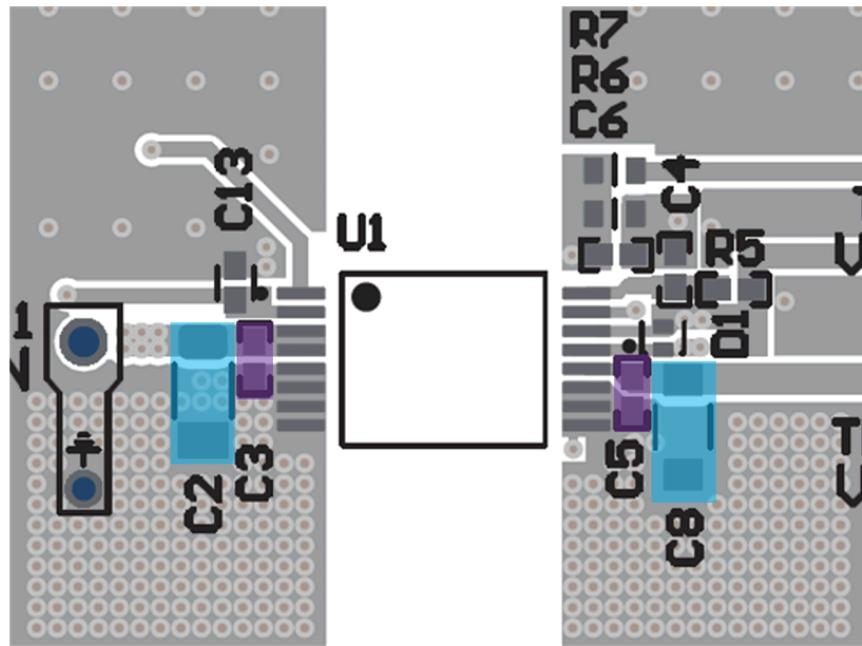

図 3-8. VIN (C2, C3) と VDD (C5, C8) コンデンサ
- b. 図 3-8 に示すように、バルク VIN コンデンサ (C2) は可能な限り近く、0.1 μ F 高周波バイパスコンデンサ (C3) と平行に、PCB 上で IC と同じ側に配置します。
2. /PG デカップリングコンデンサ:/PG デカップリングコンデンサは、ピン 2 (/PG) の近く、PCB で UCC35131-Q1 と同じ側に配置する必要があります。図 3-8 に示す C13 の配置を参照してください。
- b. 図 3-8 に示すように、バルク VDD-COM コンデンサ (C8) は可能な限り近く、0.1 μ F 高周波バイパスコンデンサ (C5) と平行に、PCB 上で IC と同じ側に配置します。